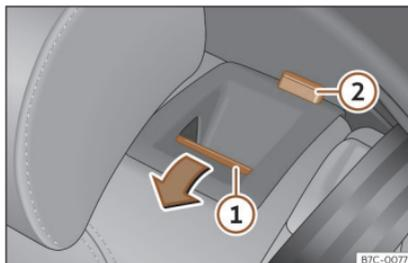

Fig. 108 Sedile posteriore: ribaltare lo schienale.
- Premere il tasto di sblocco»»» **fig. 108** ① in avanti e, contemporaneamente, ribaltare lo schienale. Lo schienale posteriore è sbloccato quando si vede la tacca rossa sul tasto ②.
Lo schienale posteriore è sbloccato quando si vede la tacca rossa sul tasto»» **fig. 108** ②.